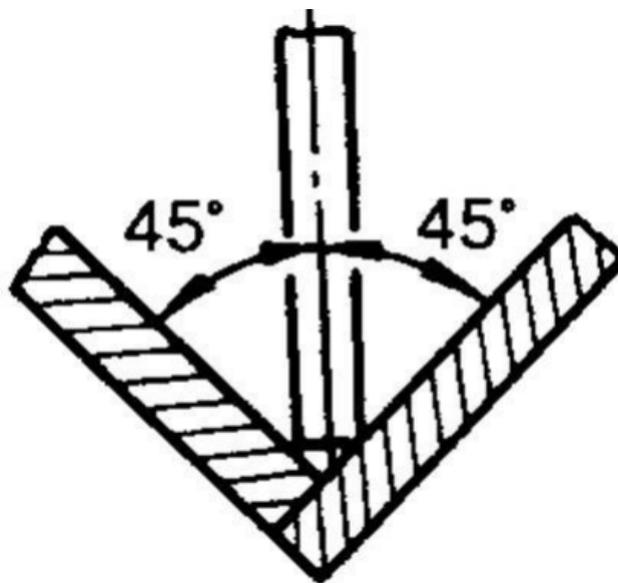

Рис. 14. Зварювання в "човник"
**Стельові шви** є найважчими для виконання, оскільки розплавлений метал витікає з ванни. Ці шви зварюють електродами діаметром 3...4 мм короткою дугою, при якій перехід краплин з електрода на основний метал полегшений. Якщо конструкція виробу дозволяє, то його повертають так, щоб усі шви можна було виконувати в нижньому положенні, а кутові та таврові з'єднання зварювати в "човник" (рис. 14).